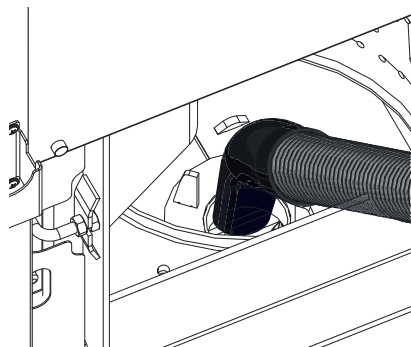

Fig. 44 Aspirer aussi les cendres du tube d'air primaire au milieu du creuset de brûleur
- Aspirer les résidus de combustion du creuset de brûleur avec un aspirateur. Aspirer aussi les cendres du tube d'air primaire (au milieu du creuset de brûleur) – Fig. 44.